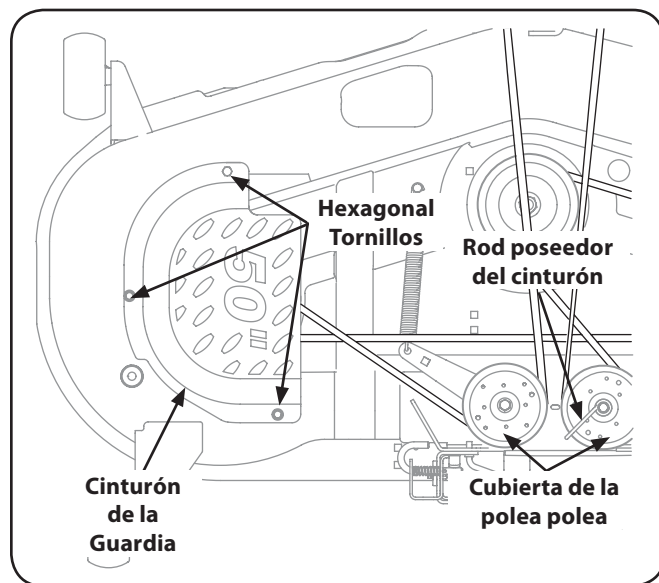

Figura 7-10
2. Quite la correa de guardias quitando los tornillos hexagonales que sujetan a la cubierta. Véase la figura. 7-10.